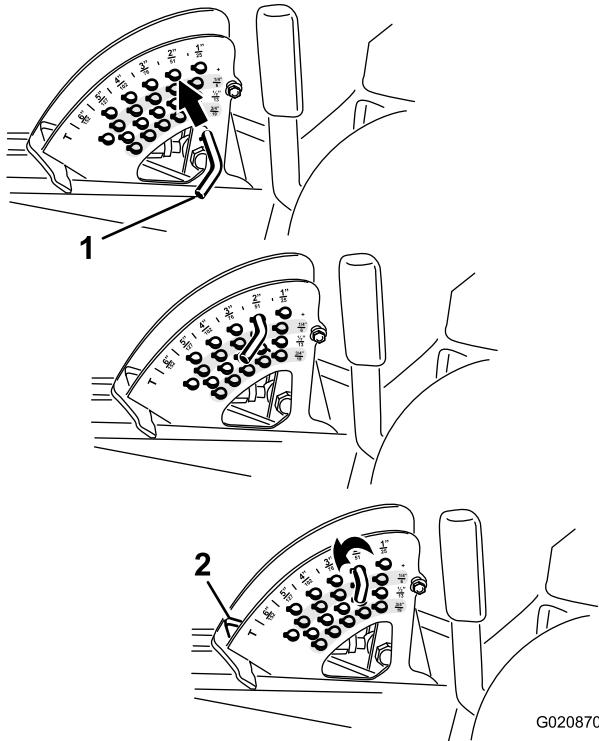

Figura 20
Nota: Para bloquear la carcasa de corte en posición elevada, eleve la carcasa más allá de la posición de 15 cm, retire el pasador de tope de altura de corte, y ponga el pasador en la posición de altura de corte de 15 cm (Figura 20).
- Para ajustar, gire el pasador de tope hasta que el pasador cilíndrico que contiene se alinee con las ranuras de los taladros del soporte de altura de corte, y retire el pasador (Figura 20).
- Seleccione un taladro del soporte de altura de corte que corresponda a la altura de corte deseada, inserte el pasador y gírelo para bloquearlo en esa posición (Figura 20).
Nota: Hay cuatro filas de taladros (Figura 20). La fila superior corresponde a la altura de corte impresa encima del pasador. La segunda fila corresponde a la altura impresa más 6 mm. La tercera fila corresponde a la altura impresa más 12 mm. La fila inferior corresponde a la altura impresa más 18 mm. Para la posición de 15,8 cm hay un solo taladro, situado en la segunda fila. Esta posición no añade 6 mm a la altura de 15,8 cm.